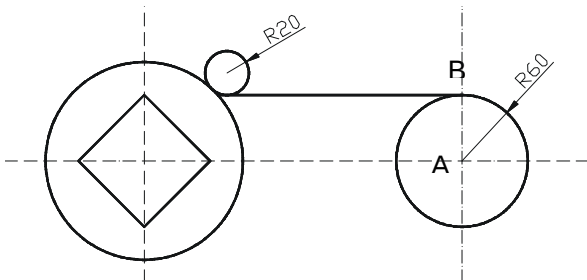

图 4-1-3
(1) 使用 CIRCLE、LINE 命令绘制扳手手柄，如图 4-1-3 所示。其具体操作如下：
指定圆的圆心或 [三点(3P)/两点(2P)/相切、相切、半径(T)]：点取 A 点，如图 4-1-3 所示
指定第一点：点取 B 点，如图 4-1-3 所示